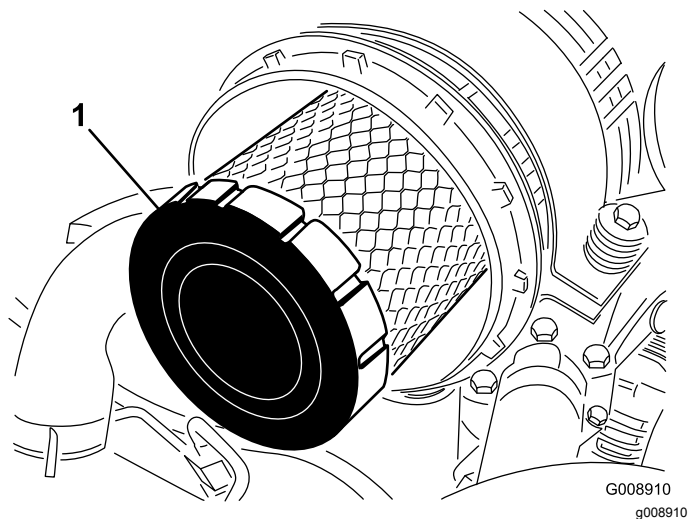

Figura 97
4. Retire o filtro principal (Figura 97).